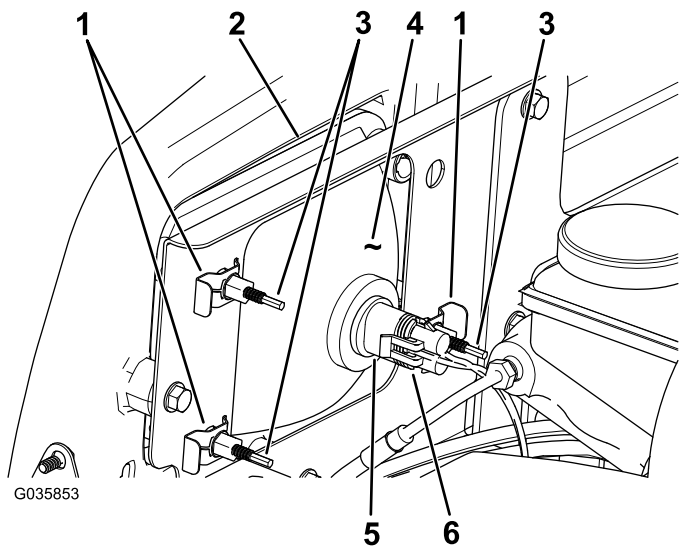

Bild 45
3. Schließen Sie den elektrischen Anschluss für den Kabelbaum vom Lampenanschluss ab (Bild 45).
- Entfernen Sie die Schellen, mit denen der Scheinwerfer an der Scheinwerferhalterung befestigt ist (Bild 45).
- Schieben Sie den Scheinwerfer nach vorne durch die Öffnung in der vorderen Stoßstange und entfernen Sie ihn (Bild 45).
- Setzen Sie den neuen Scheinwerfer durch die Öffnung in der Stoßstange ein (Bild 45).
- Schließen Sie den elektrischen Anschluss für den Kabelbaum am Lampenanschluss an (Bild 45).
- Drehen Sie die Einstellschrauben an der Rückseite des Scheinwerfers (Bild 45), um den Scheinwerfer zu drehen und den Scheinwerferstrahl einzustellen.